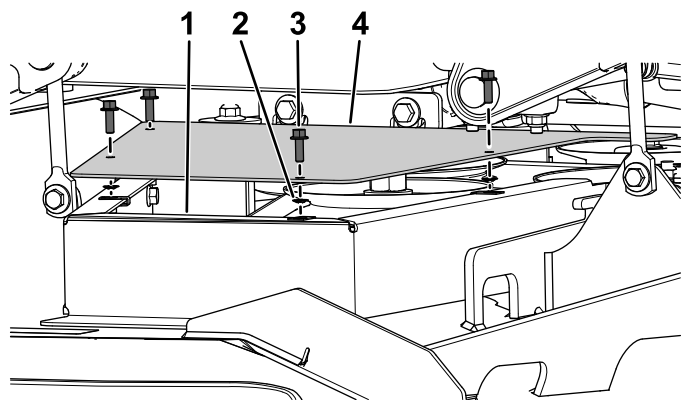

Figura 9
- Fissate la protezione della puleggia sinistra alla protezione del montante della puleggia sinistra utilizzando 4 bulloni a testa flangiata ($\frac{1}{4}$ " x $\frac{3}{4}$ ") e 4 dadi in gabbia (Figura 9).